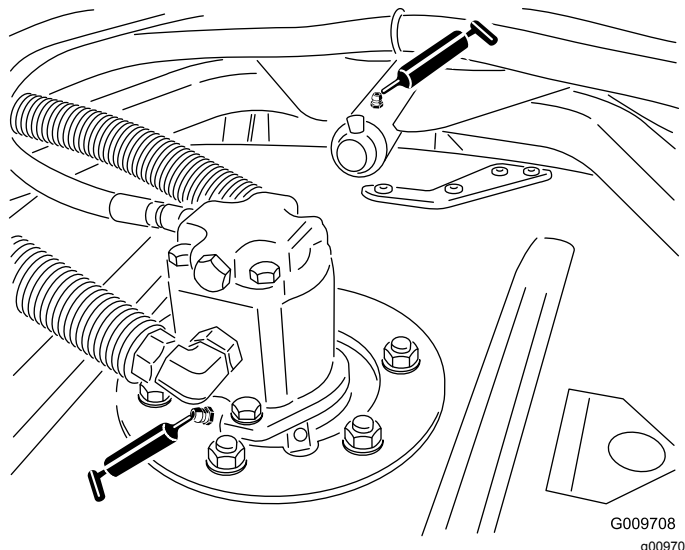

Figura 79
- Cuscinetti dell'asse del mandrino dell'apparato di taglio (2 per apparato di taglio) come illustrato nella Figura 79
- Boccole del braccio portante dell'apparato di taglio (1 per apparato di taglio) come illustrato nella Figura 79